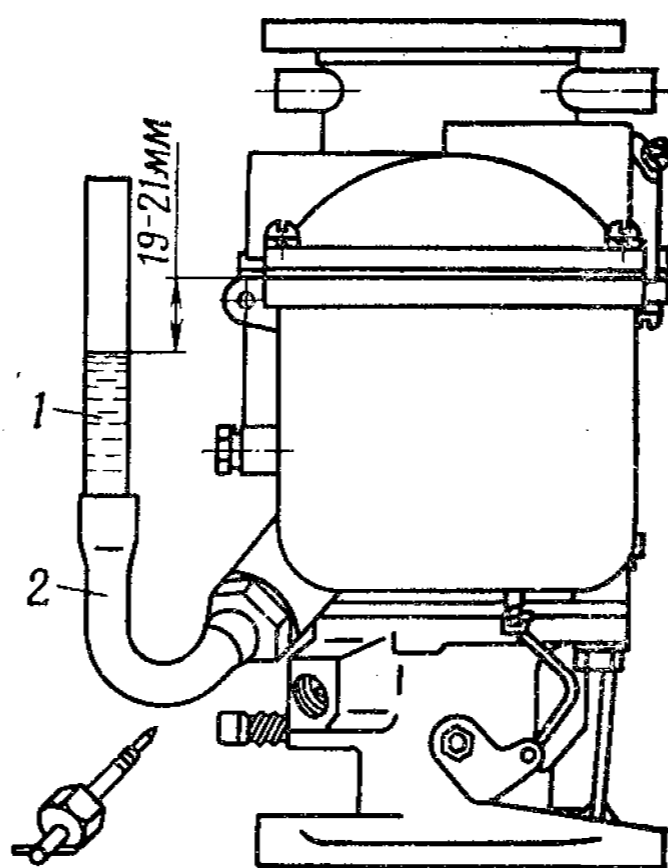

Рис. 66. Проверка уровня топлива в поплавковой камере карбюратора:
57. Установить карбюратор на прибор для проверки карбюраторов и топливных насосов, подсоединить трубки 1 (рис. 66) и 2, проверить и отрегулировать уровень топлива в топливной камере, герметичность клапана подачи топлива и производительность ускорительного насоса.